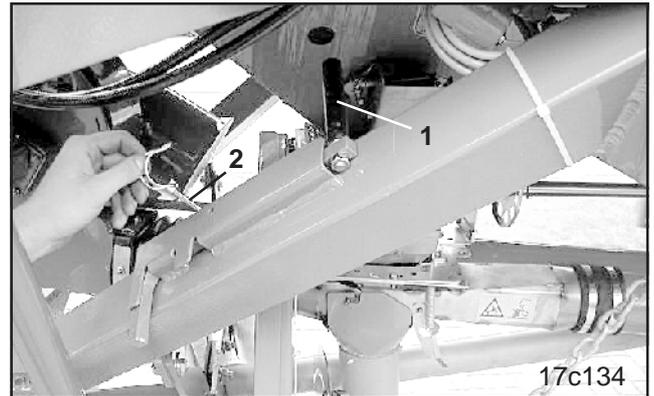

Fig. 16.5
Nehmen Sie die Abdrehkurbel (Fig. 16.5/1) zur Hand. Die Abdrehkurbel steckt in einer Halterung unter dem Sätank und ist mit einem Klapenstecker (Fig. 16.5/2) gesichert.
- Abdrehkurbel (Fig. 16.5/1) in die Halterung stecken